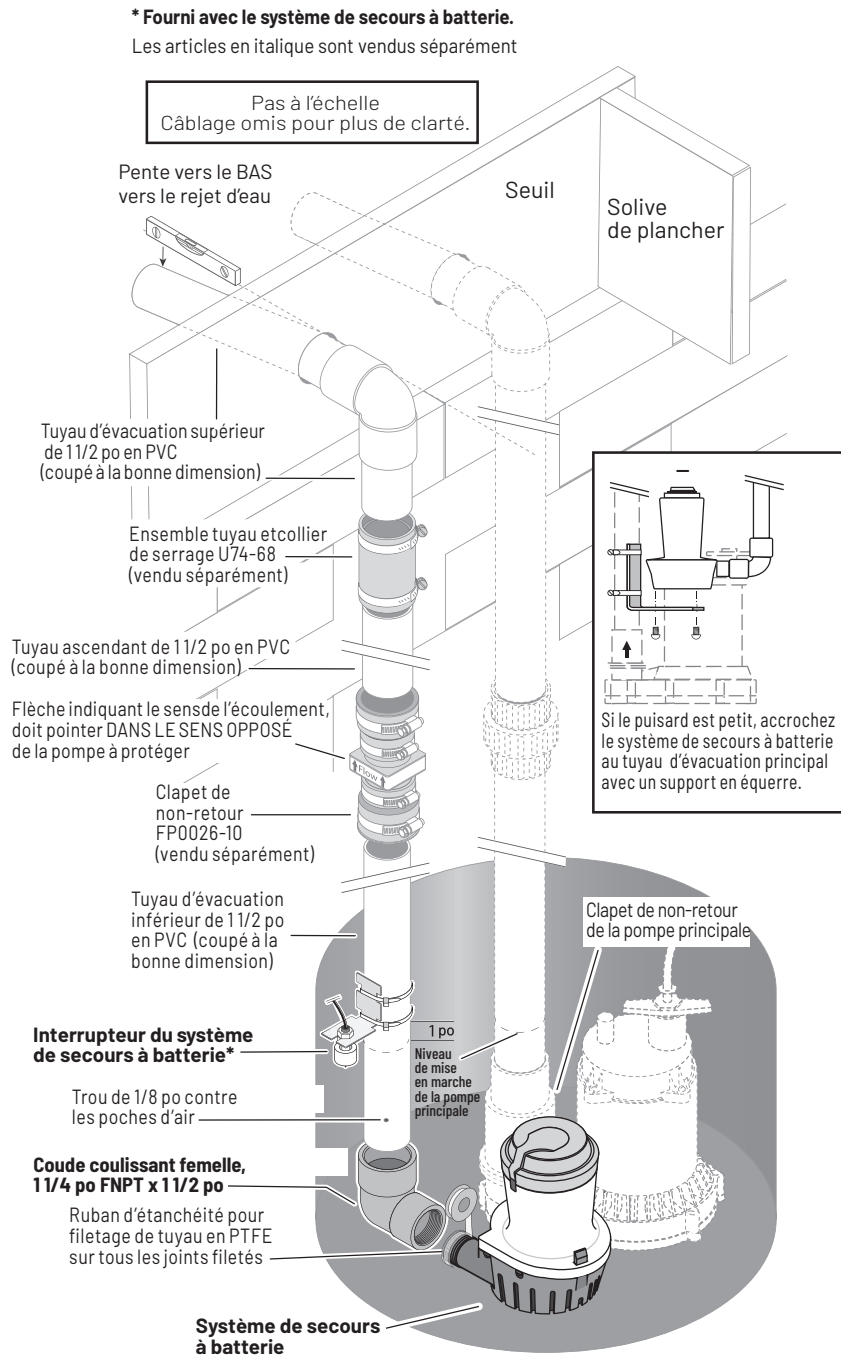

Figure 2 : Évacuation séparée – Installation type
- ◆ Consultez les pages 5 à 8 pour déterminer la méthode d'installation qui vous convient le mieux. Une installation à « évacuation séparée » (voir la figure 2) est recommandée.
4. Si le puisard est trop petit pour permettre aux deux pompes de tenir côte à côte sur le fond du puisard, installez un support en équerre sur le tuyau d'évacuation de la pompe de puisard principale avec des colliers de serrage en acier inoxydable. Installez la pompe de secours sur le support en équerre (figure 2).
5. Coupez un morceau de tuyau en PVC de 1 1/2 po allant du coude d'évacuation de la pompe de secours jusqu'à environ un (1) pied au-dessus du plancher du sous-sol. Il s'agit du tuyau d'évacuation inférieur.